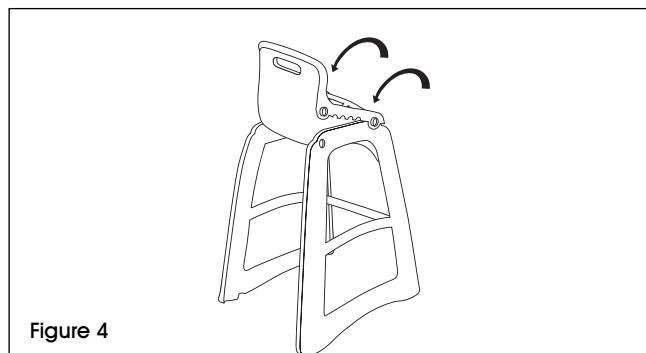

Figure 4
4. Abaissez le siège pour qu'il soit de niveau avec la partie supérieure du cadre. (Voir Figure 4)